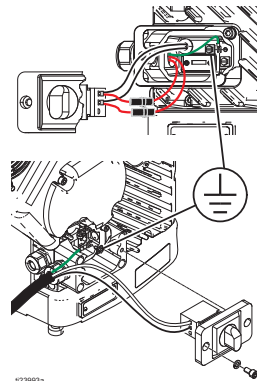
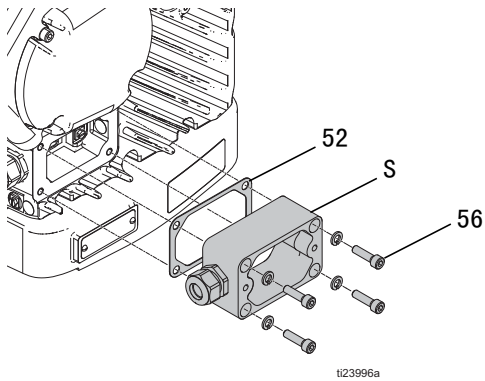

图 16：接地螺丝位置
图 19: 接线盒套
8. 连接风扇接地线。参见图 19（第 16 页）。参见图 16（第 15 页）。
10. 安装垫圈（ 52 ）、接线盒套（ S ），然后拧紧四颗螺栓（ 56 ）。参见图 19（第 16 页）。